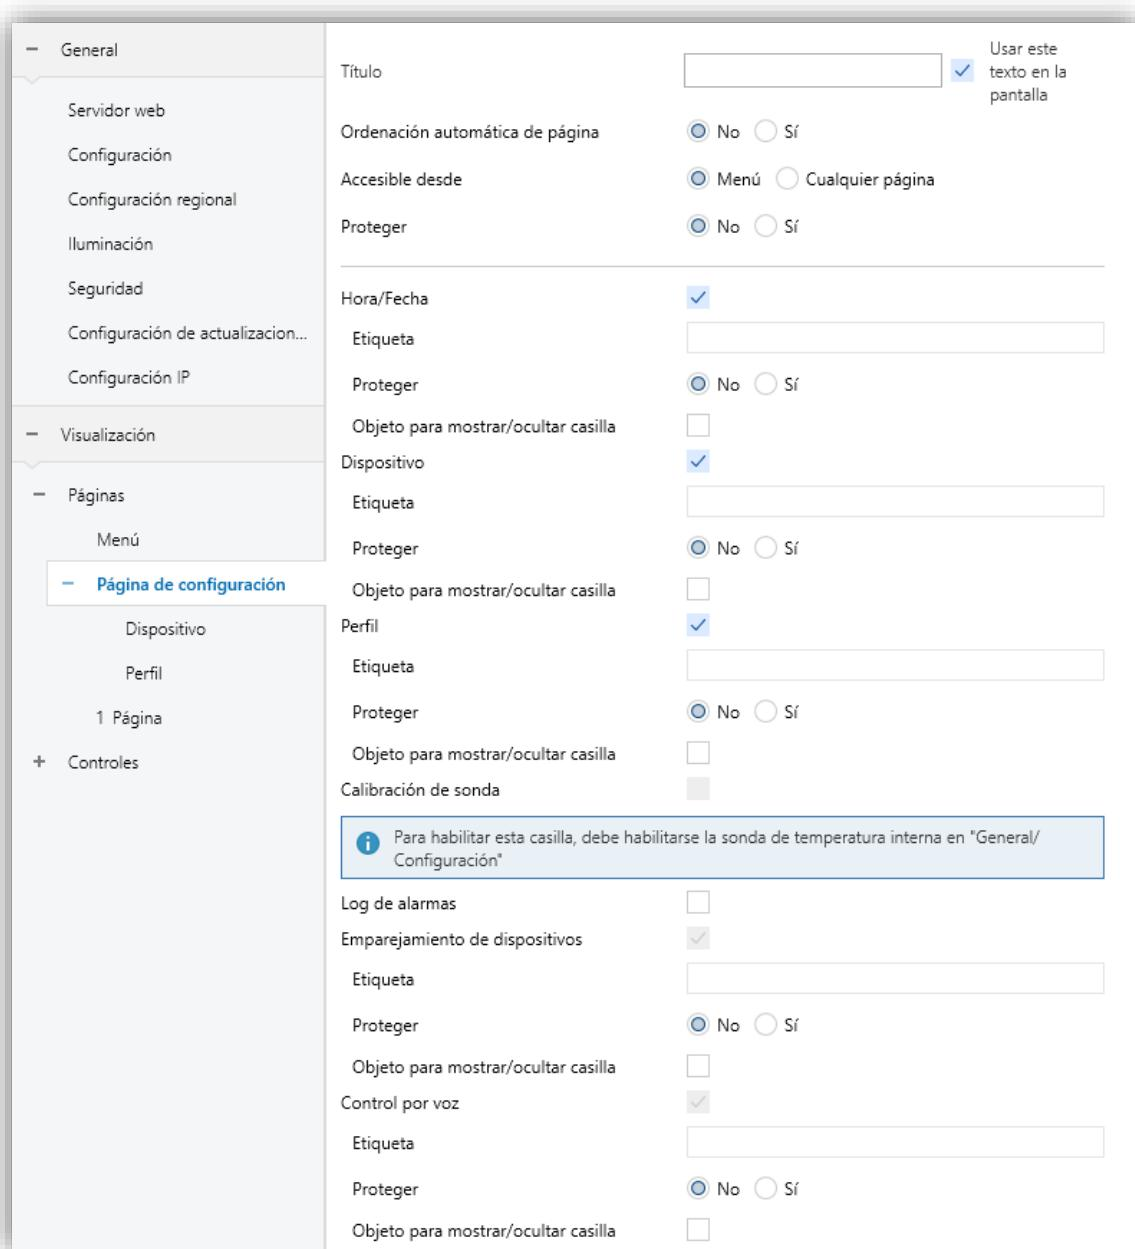

Figura 56. Pestaña de configuración
- **Título:** campo de texto que identifica la página de configuración. Además, este campo permitirá cambiar el nombre de la pestaña en el menú de la izquierda de ETS, tal y como se muestra en la Figura 56. Pestaña de configuración